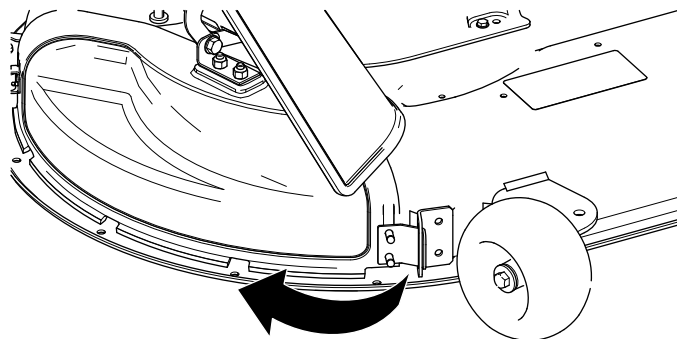

Figura 14
4. Rode a cobertura de descarga para trás e na direção da plataforma para que a cobertura de descarga fique alinhada com a plataforma do cortador (Figura 14).